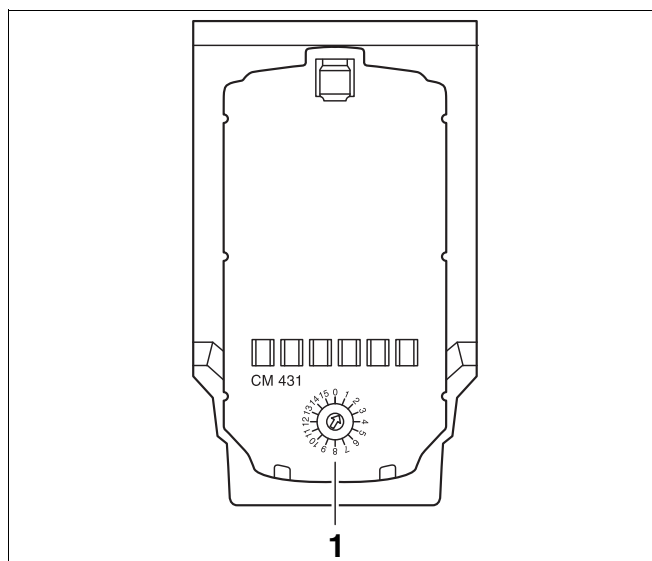

Рис. 5 Настройка адресов
Настройка адресов (→ рис. 5 [1]) находится в системе управления Logamatic 4323 на модуле CM431 (за пультом управления MEC2).
- Теперь можно отверткой установить адрес системы управления (→ рис. 5).